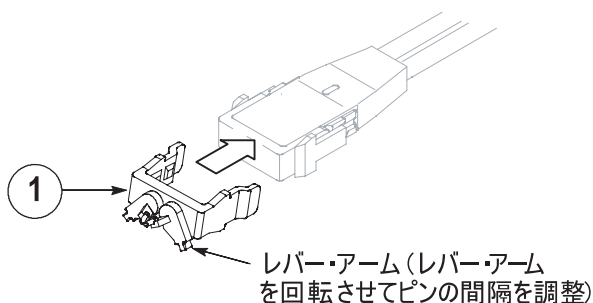

図 14 : 可変スペーシング Tip-Clip アセンブリ
1. 可変スペーシング Tip-Clip アセンブリをプローブ・チップに取り付けます (20 ページの図 14 を参照)。Tip-Clip は、機械的な取り付け極性を区別する必要はありませんが、プローブの測定極性は、可変スペーシング Tip-Clip に接続されるプローブ入力極性による影響を受けます。